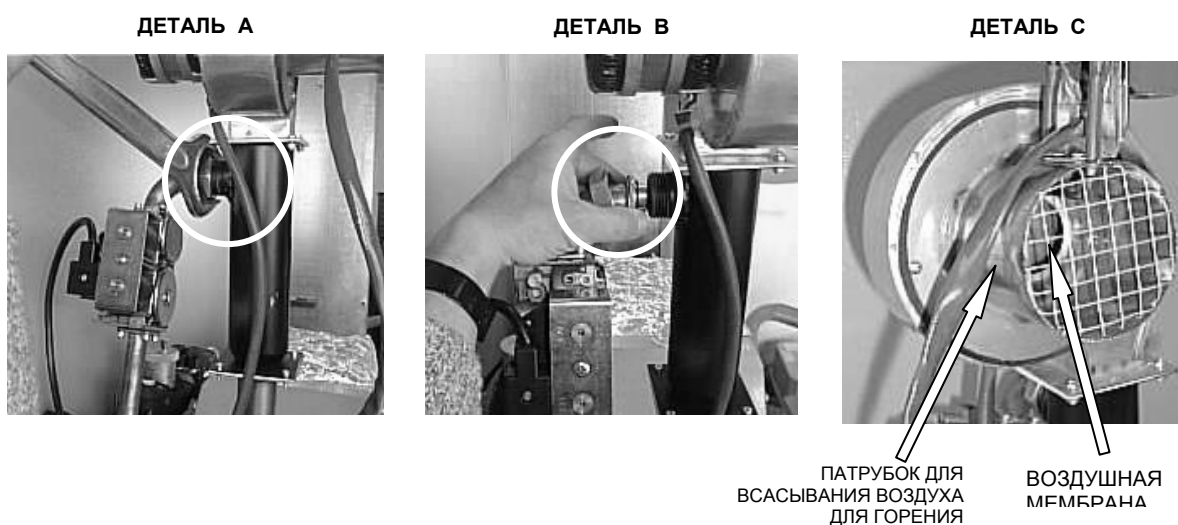

Рисунок 61 - Детали процедуры смены газа в горячем модуле.
- Смена газа в горячем модуле (смотри Рисунок 61, СТРАНИЦА 122)
2. Открутить шестигранную шайбу, соединяющую газовую трубку на выходе газового электроклапана с патрубком-держателем форсунок смесителя "воздух/газ" (деталь А на Рисунок 61), следя за тем, чтобы не повредить уплотнительное кольцо; использовать ключ №36.
3. Слегка сместить газовый электроклапан (при необходимости, использовать отвертку) и извлечь форсунку для замены (деталь В на Рисунок 61).
7. Снять патрубок для всасывания воздуха для горения с поддувного устройства (деталь С на Рисунок 61); для этого открутить 3 крепежных винта раструба поддувного устройства (использовать крестообразную отвертку).